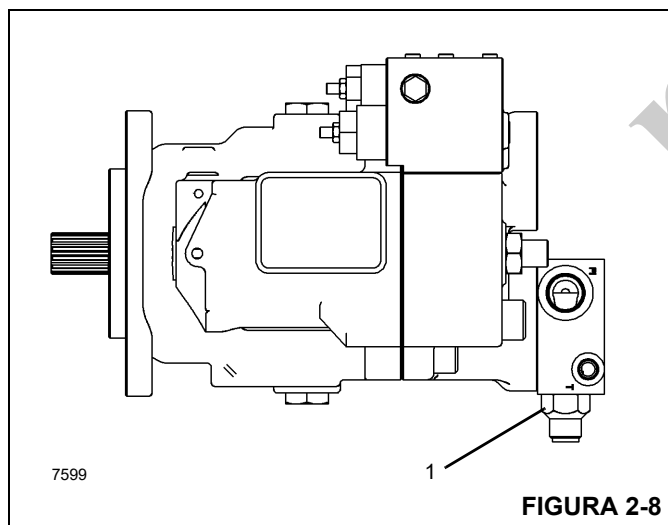

FIGURA 2-8
- Ative a função da linha hidráulica do estabilizador selecionado e ajuste a válvula de alívio de controle de fluxo (1, Figura 2-8) no coletor da bomba principal para $20.684 \text{ kPa} \pm 689$ ($3000 \pm 100 \text{ psi}$).